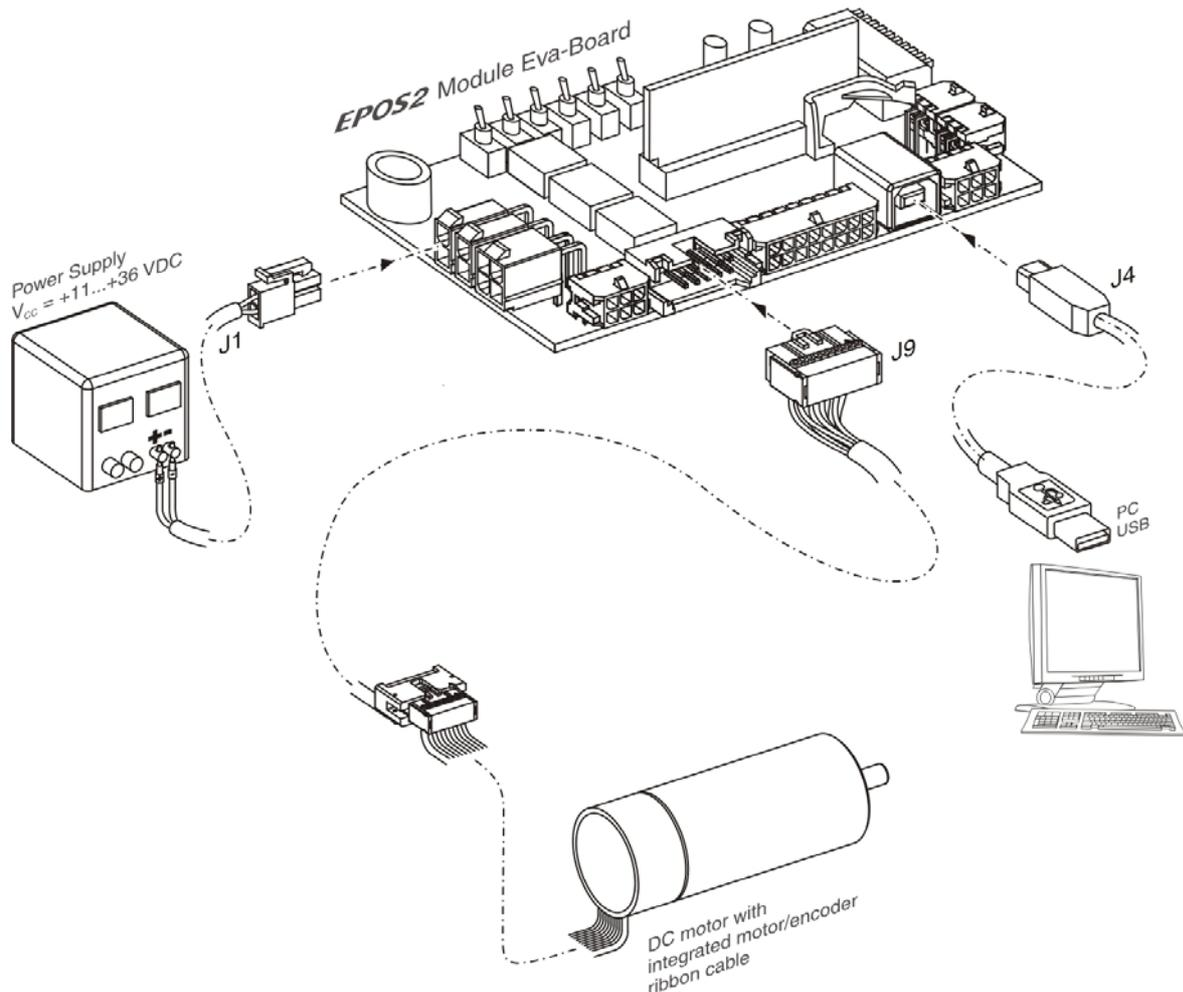

図 3-6 最小限の配線：モータ・ケーブルとエンコーダ・ケーブルがフラットケーブルで統合された maxon DC motor (ブラシ付きモータ)
- 4) 下表および下図をご参考にケーブル類を接続してください。(→ 表 3-8 および図 3-6)